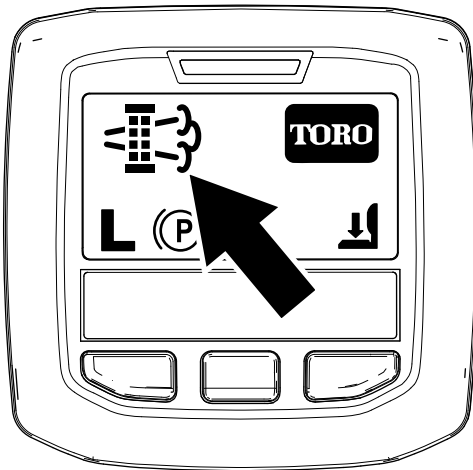

Bild 39
- Wenn der Motorcomputer eine geparkte Regenerierung oder eine Wiederherstellung-Regenerierung anfordert, wird das Symbol für die Anforderung einer Regenerierung (Bild 39) im InfoCenter angezeigt.